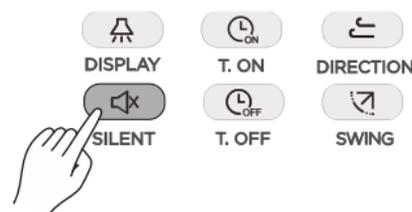

Abb. 3.12
- 1) Drücken Sie  (siehe Abb. 3.12) im Kühl- oder Heizmodus des Gerätes, um die Funktion leiser Lauf zu starten. Die Anzeige  erscheint im Display.